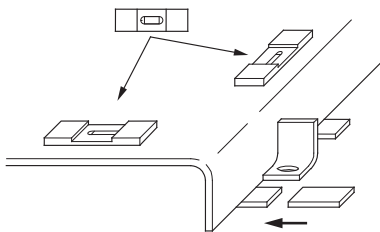

Fig. 8: Grundplatte nivellieren und ausrichten
- Grundplatte auflegen und diese in beiden Richtungen mit zusätzlichen Ausgleichsscheiben nivellieren (siehe Fig. 8).
- Das komplette Aggregat beim Aufstellen auf das Fundament mit Hilfe der Wasserwaage (an Welle/Druckstutzen) ausrichten (siehe Fig. 8). Die Grundplatte sollte sich pro Meter bis auf eine Toleranz von 0,5 mm in der Waagerechten befinden.